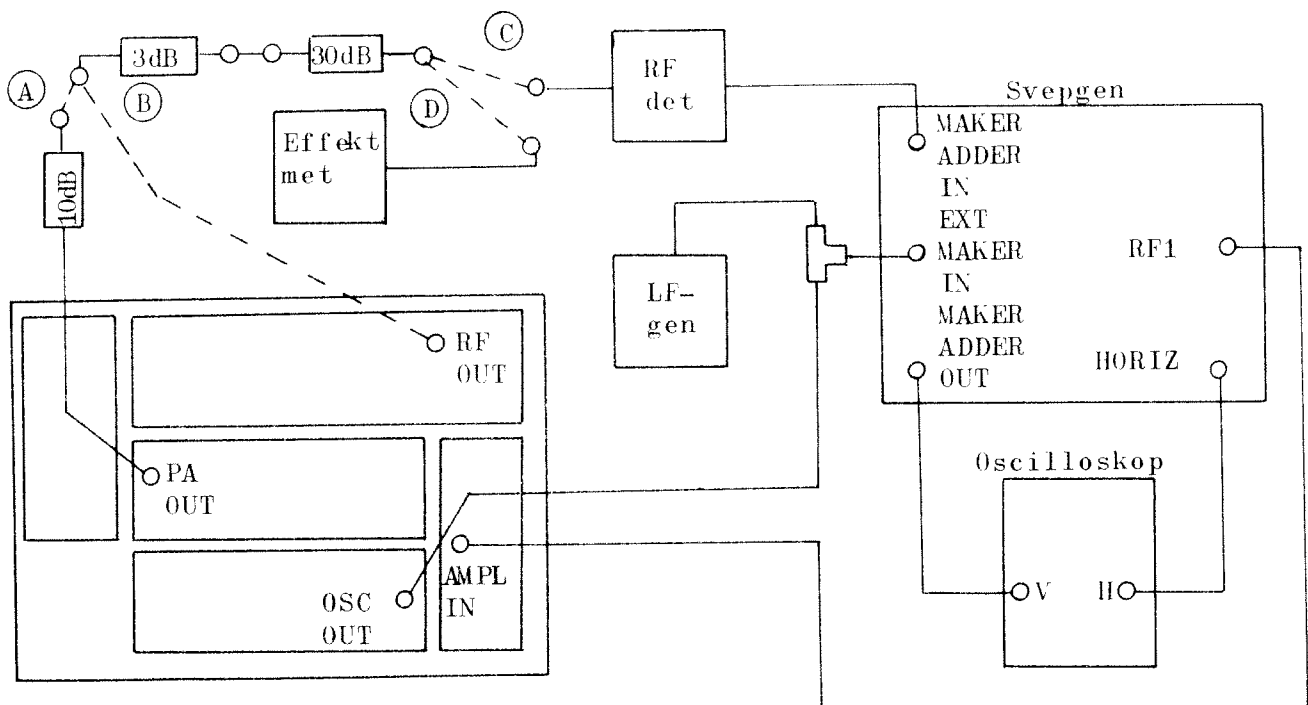

Bild 6
3.18.2 Koppla upp för svepmätning enligt bild 6, A och C.
- 3.18.6 Koppla upp enligt bild 6 A och D. Ta bort anslutningarna från svepgeneratoren till oscillatoren LENKU-80678 och HF-modulatorens LENKU-80854. Återställ hylsproppen MOD IN på HF-modulatorens LENKU-80854.
- 3.18.8 Koppla upp enligt bild 6 B och C. Justera svepbredden på oscilloskopet till cirka 1 MHz. Trimma övertonsbildaren LENKU-80775 så att högsta effekt med en symmetrisk kurva erhålls.
- 3.18.11 Koppla upp enligt bild 6 B och D. Ta bort anslutningarna från svepgeneratoren till oscillatorn LENKU-80678 och HF-modulatorn LENKU-80854. Återställ hylsproppen MOD IN på HF-modulatorn LENKU-80854.